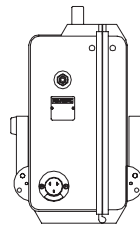

Figura 3
6. Empuje el pasador de liberación hacia ADENTRO en la unidad de cada soporte y coloque cada tramo de la pata tal como se muestra en la figura 3.
La caja puede ser transportada o almacenada con las patas en la posición ilustrada en la figura 3.
2. Para abrir la caja y hacer ajustes, oprima los pasadores de liberación y coloque las patas tal como se muestra en la figura 3, en el caso de no encontrarse ya levantadas.